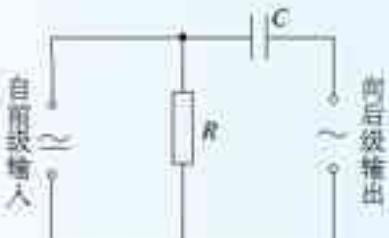

图 5.3.7 耦合电容
- 在电子技术中，声音、图像等信号都要变成交变电流来处理。微弱的信号电流往往需要经过几级放大。在某级放大之后，要把信号送到下一级，但两级的直流工作状态不能相互影响。这时可以在两级之间接入图 5.3.7 所示的电路。图中的电容称为耦合电容。说一说，这个电路怎样起到了“隔直流，通交流”的作用。